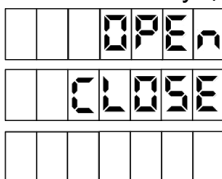

Рисунок 22
Пункт 2 (управление сменой) позволяет управлять состоянием смены – параметр "Состояние смены" (628). После входа на табло в верхней строке показано текущее состояние смены (рисунок 22). Возможные значения: